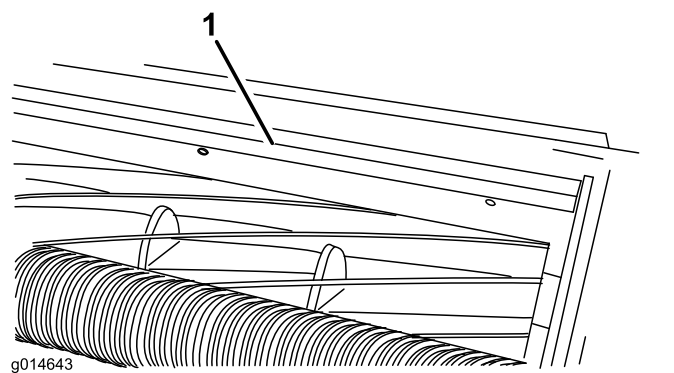

図 19
1. バー 図 19 をカッティングユニットに固定しているねじをゆるめる。